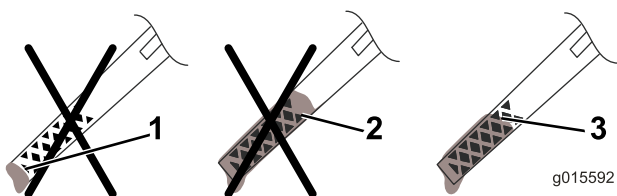

Figure 10
5. Pour déterminer le niveau d'huile correct indiqué par la jauge, voir (Figure 10).
Remarque: Versez de l'huile dans le carter moteur jusqu'à ce que la jauge indique le niveau correct, comme illustré à la Figure 10. Si vous remplissez excessivement le carter moteur, vidangez l'excédent d'huile comme expliqué en Vidange et remplacement de l'huile moteur (page 12).